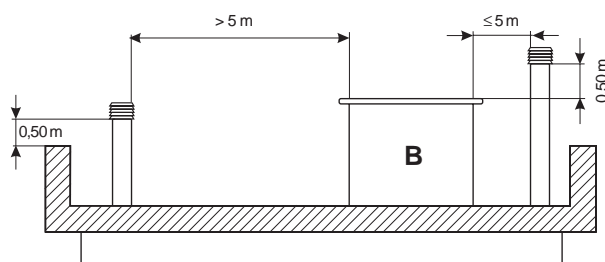

Fig. 5.2.4
• Per evitare inconvenienti nel tiraggio, ogni caminetto dovrà avere una propria canna fumaria indipendente. Nel caso di presenza di più canne fumarie sul tetto è opportuno che le altre si trovino ad almeno 2 metri di distanza e che il comignolo del caminetto **SOVRASTI** gli altri di almeno 40 cm (Fig.5.2.4 e 5.2.5). Se i comignoli risultano accostati prevedere dei setti divisorii.
• To avoid draught problems, each stove should have its own flue. If there is more than one flue on the roof the others should be situated at a distance of at least 2 metres and the stove's chimney top should be at least 40 cm **ABOVE** the others (Fig. 5.2.4, 5.2.5). If the chimney tops are near each other install some dividing panels.